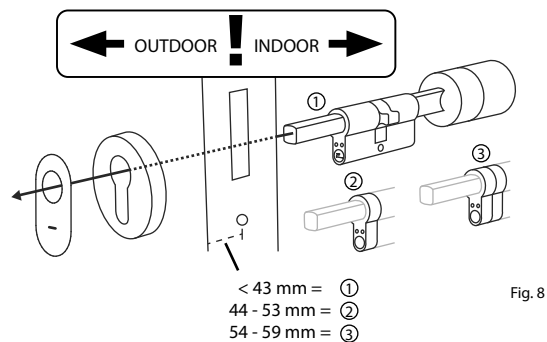

Fig. 8
⑤ Deslize o cilindro na fechadura de embutir da porta pelo lado de dentro da porta. Deslize a cobertura da fechadura de emergência para o exterior do eixo de bloqueio (Fig. 8).